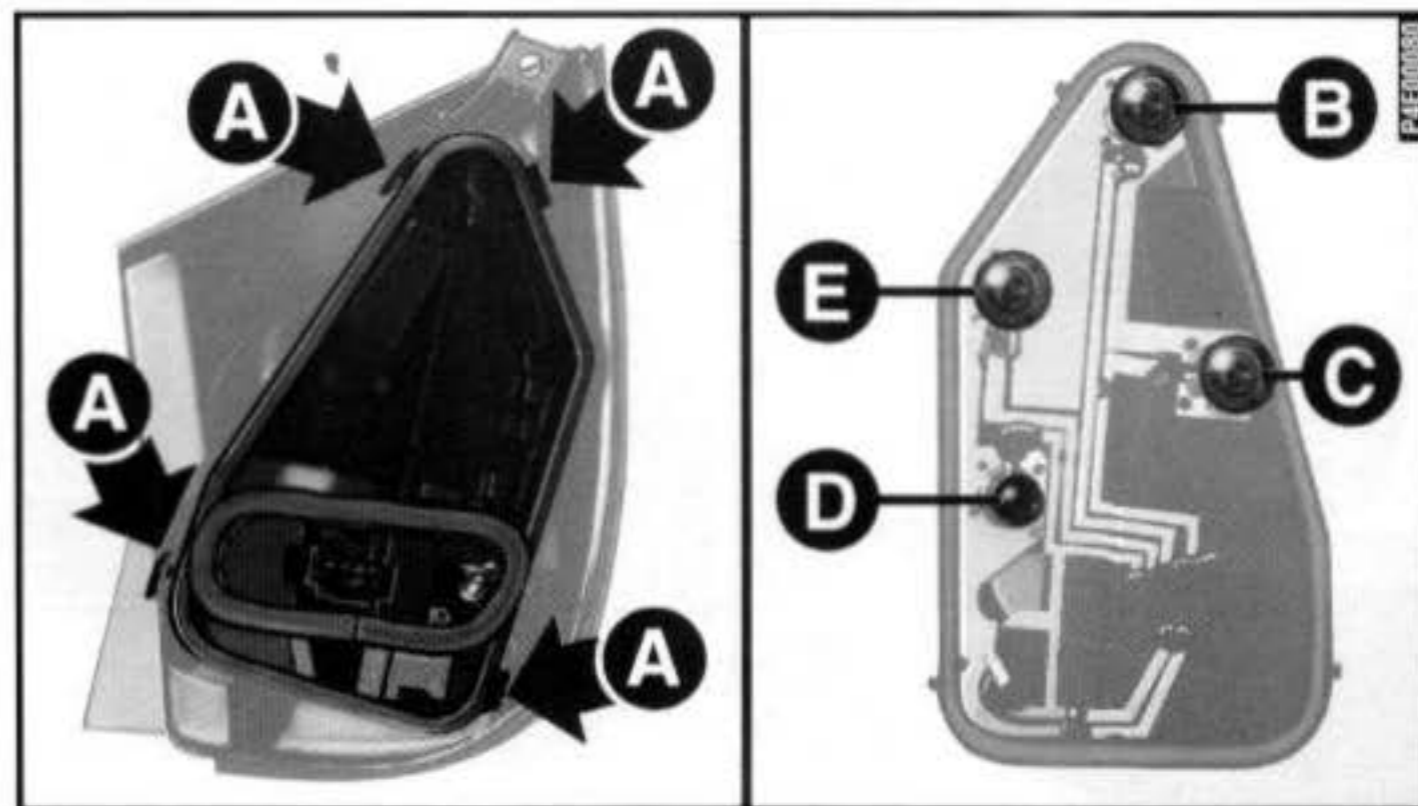

fig. 21
3) Puxar levemente para fora as orelhas **A-fig. 21** de bloqueio do soquete e tirá-lo do lugar.